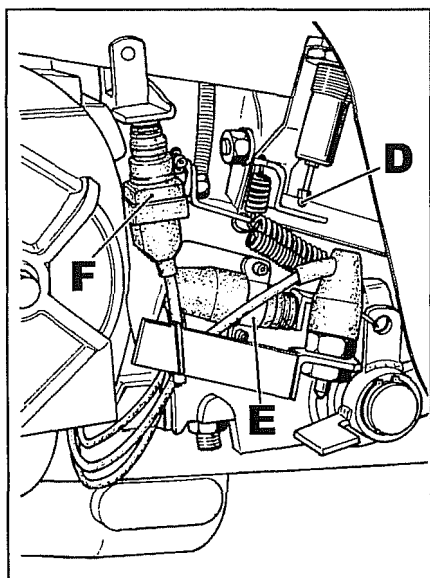
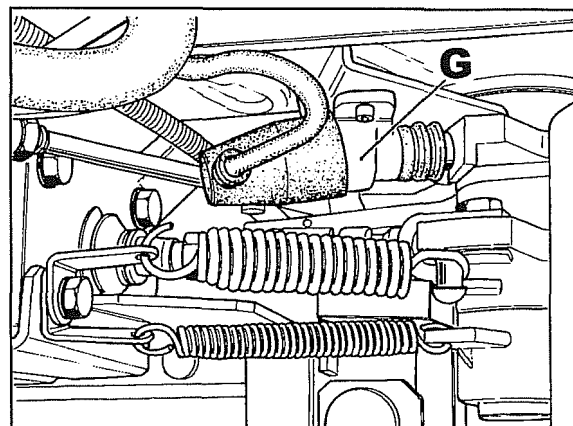

Abb. 5
Abb. 6
- 6.2 Prüfen, daß keine Fremdkörper (Erde oder anderes) unter den Schaltern **E-F** Abb. 5 vorhanden sind, von denen der erste der Schalter des Bremslichtes und der andere der Handbremse ist. Auch den Schalter **G** Abb. 6 der Zuschaltung des Allradantriebs prüfen.
- 6.3 (für Version max) Die gleiche Kontrolle unter dem Stößel **D** Abb. 5 des Sensors vornehmen, der den Schalter **G** von Abb. 6 ersetzt.
Auch die korrekte Einstellung des Schalters zum Zuschalten des Allradantriebs **G** Abb. 6 sicherstellen, indem man folgendermaßen vorgeht:
Die verriegelten Bremspedale betätigen und gleichzeitig prüfen, daß die Bremslichter mittels Schalter **E** Abb. 5 aufleuchten.
Weiter auf die Bremspedale treten und prüfen, daß das Gestänge, welches den Stößel des Schalters **G** Abb. 6 betätigt, wenn es sich entfernt, einen Hub von 4-5 mm ausführt, bevor es an der maximalen Stößelbewegung ankommt, um sich dann bei maximaler Bremswirkung um 1-2 mm abzutrennen.
- 9 (Für die Version max) Die genaue Einstellung des Stößels **D** Abb. 5 des Bremskraftsensors prüfen, indem man folgendermaßen vorgeht:
- 9.1 Die miteinander verriegelten Bremspedale betätigen und gleichzeitig prüfen, daß das Bremslicht aufleuchtet, und zwar mittels Schalter **E** Abb. 5.